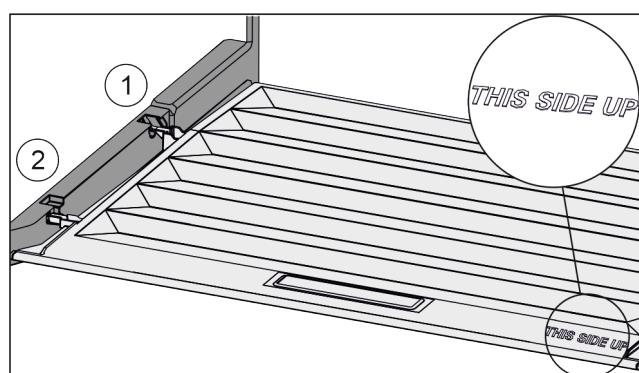

Fig. 115
- Introduceți nervura capacului prin orificiul suportului posterior Fig. 115 (1) și închideți-l în față în suport Fig. 115 (2).